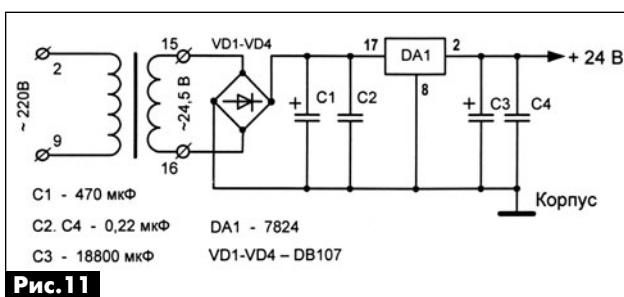

Рис.11
- блок питания +24 В для фотодиодов датчика смещения (рис.11);